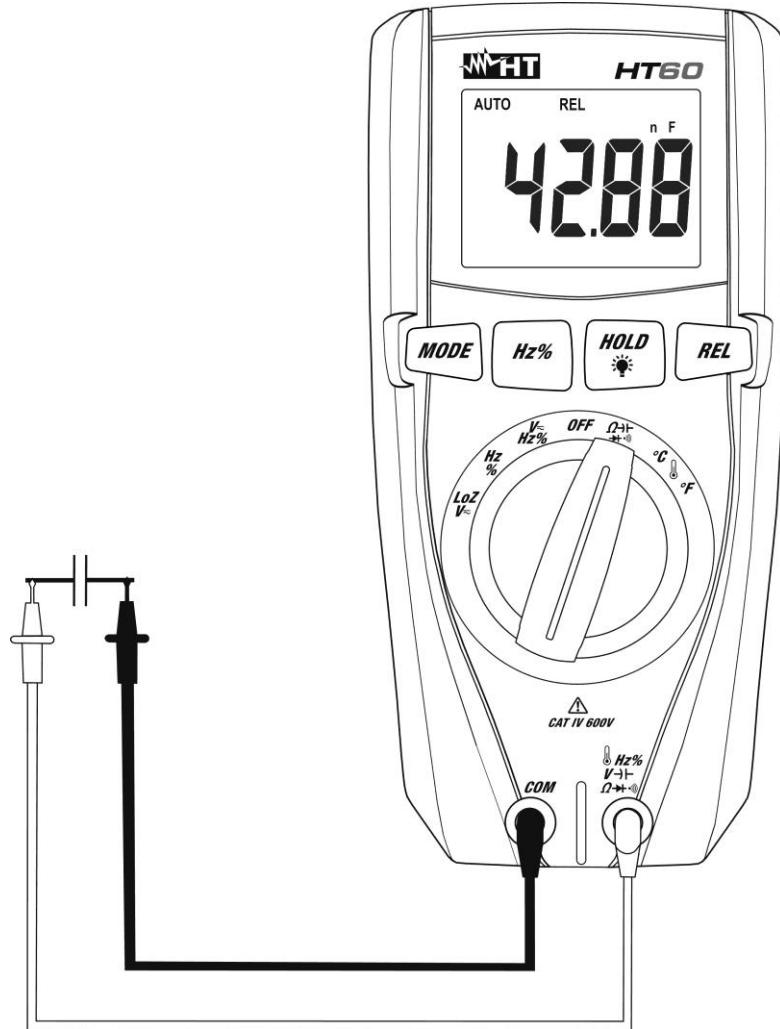

Abb. 8: Verwendung des Gerätes für Kapazitätssmessung
5. Verbinden Sie die Messleitungen mit den beiden Enden des zu messenden Kondensators und dabei achten Sie, auf die positive (rotes Kabel) und negative (schwarzes Kabel) Polarität (siehe Abb. 8). Der Kapazitätswert erscheint auf dem Display.